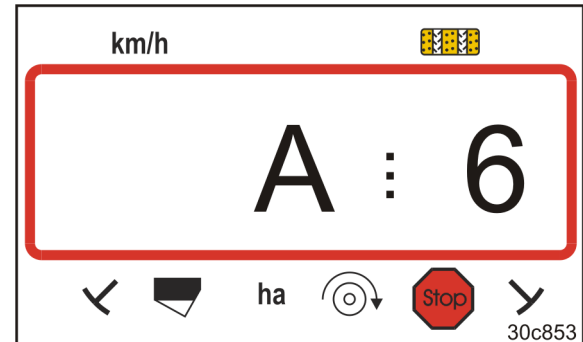

Fig. 40
- visas indikeringen (Fig. 40)